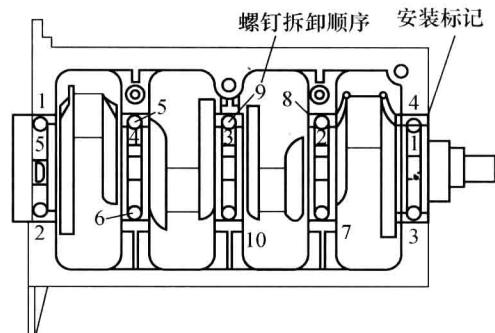
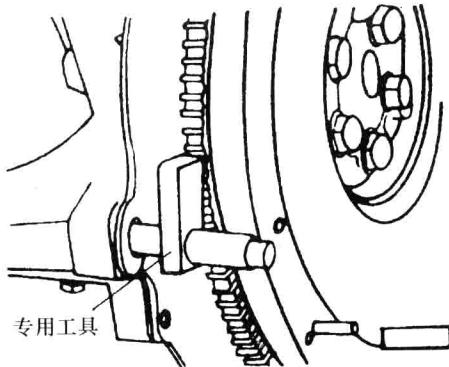

图 1-13 曲轴主轴承盖螺钉拆卸顺序
图 1-14 采用专用工具固定飞轮
- (1) 旋松飞轮紧固螺钉，拆卸飞轮（飞轮较重，拆卸时注意安全）。
- (2) 拆卸曲轴前端及后端密封凸缘及油封。
- (3) 按图 1-13 螺钉序号从两端到中间旋松曲轴主轴承盖紧固螺钉，取下主轴承盖。注意：各缸主轴承盖有装配标记，不同缸的主轴承盖及轴瓦不能互相调换。
- (4) 抬下曲轴，再将主轴承盖及垫片按原位装回，并将紧固螺钉拧入少许。注意曲轴推力轴承的定位及开口的安装方向。
- (1) 在发动机机体上安装曲轴主轴瓦和推力轴承，并在轴瓦表面涂抹机油。
(2) 将曲轴平稳放入主轴瓦上，注意推力轴承不要脱落或阻卡。
(3) 将主轴瓦装入主轴承盖中，再把主轴承盖固定于发动机机体上，按图 1-13 相反顺序和要求力矩（桑塔纳 2000GSi 发动机为 $65N \cdot m + 90^\circ$ ）分多次紧固螺钉。装配完毕，用手摇转曲轴，应该感觉轻松自如，无阻卡，否则应查找原因重新安装。
(4) 安装曲轴前、后油封。
(5) 安装飞轮部件，采用专用工具固定飞轮（图 1-14），按要求拧紧飞轮固定螺栓（桑塔纳 2000GSi 发动机拧紧力矩为 $60N \cdot m + 90^\circ$ ）。